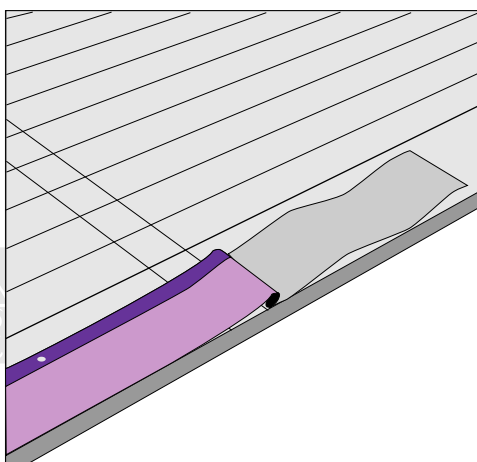

Fig. 2 - Istallazione “Prima Fila”
- Applicare sulla la linea di gronda il prodotto “Prima Fila”, togliendo la protezione sul retro e fissarlo con un chiodo in acciaio INOX ogni metro lineare (fig. 2).